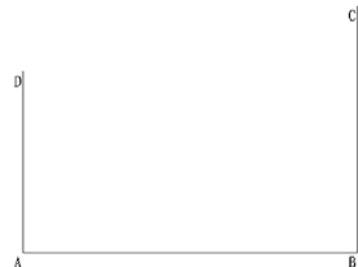

图 15.69 AD 段线
(3) 以 A 点为起点向上方绘制 50000 长度的直线，向上画出西侧边界线至点 D，如图 15.69 所示。